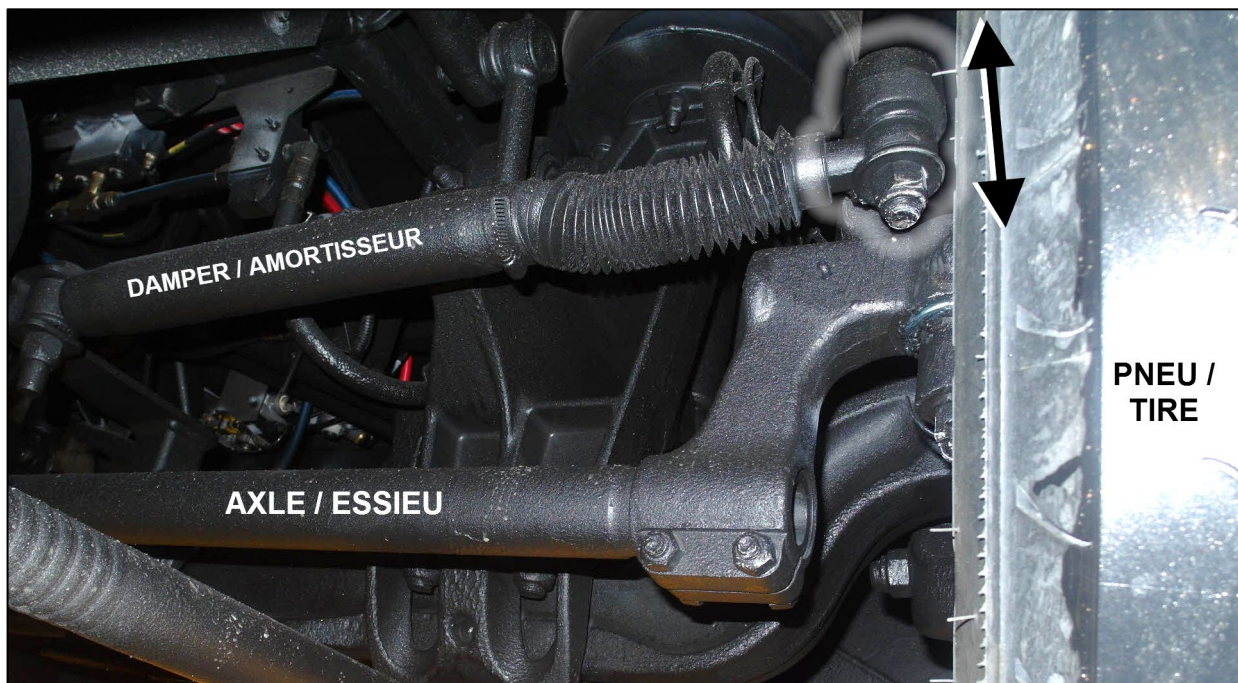

Figure 1
2. Sur l'essieu avant, roue droite, localiser la rotule de l'amortisseur de direction. (Fig.1)
3. Vérifier le jeu de la rotule en essayant de bouger de haut en bas. (Fig. 1)